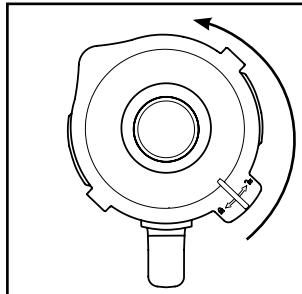

Abb. 1
- 1) Nehmen Sie den Mixaufsatz ③ gerade nach oben vom Motorblock ⑥ ab.
- 2) Entfernen Sie den Deckel ②, indem Sie ihn so weit gegen den Uhrzeigersinn Richtung Position drehen (siehe Abb. 1), bis Sie ihn nach oben abziehen können.
- 3) Befüllen Sie den Mixaufsatz ③ mindestens bis zum untersten Strich der Skala ⑧ und maximal bis zur Markierung MAX. Für optimale Ergebnisse empfehlen wir folgende maximale Füllmengen: